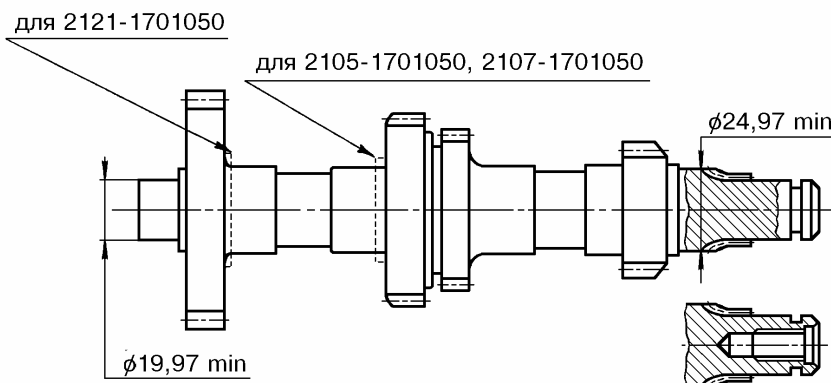

Рис.38. Блок шестерен промежуточного вала:
4.2.7 Блок шестерен промежуточного вала – 2101-1701050, 2105-1701050, 2107-1701050, 2121-1701050, рис.38.